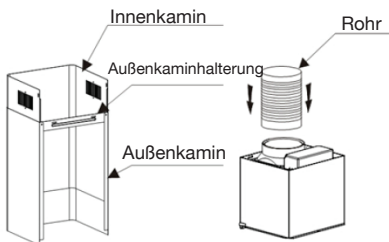

Abb. 11
– Befestigen Sie die Flachlasche am Einlass des Innenkamins (Abb. 11).
- Befestigen Sie die Flachlasche auf der Rückseite des Innenkamins (Abb. 11).